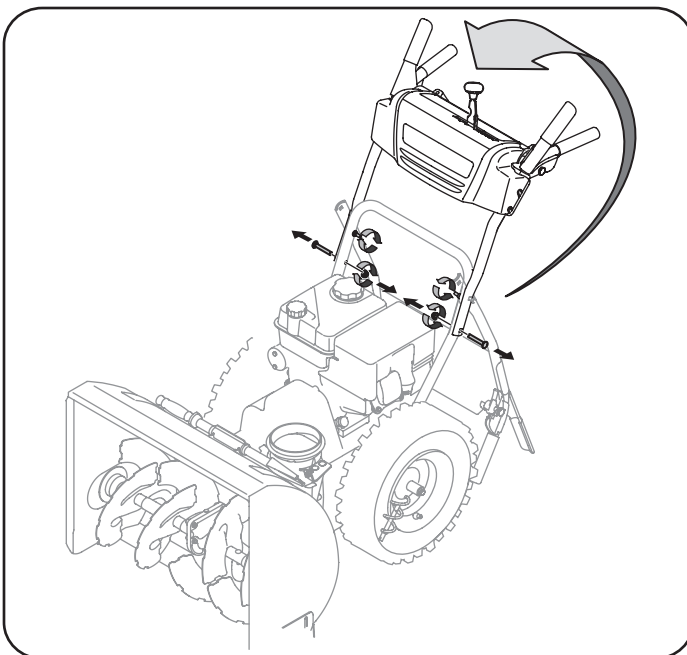

Figura 2
- b. Coloque la palanca de cambios en la posición de avance (F) 6.
- c. Tire hacia arriba y hacia atrás de la manija superior, tal y como se muestra en la Figura 2. Cuando usted levanta el mango hacia arriba, asegúrese que ambos finales del cable de centro son colocados correctamente en los soportes. Alinee la manija superior con la manija inferior.